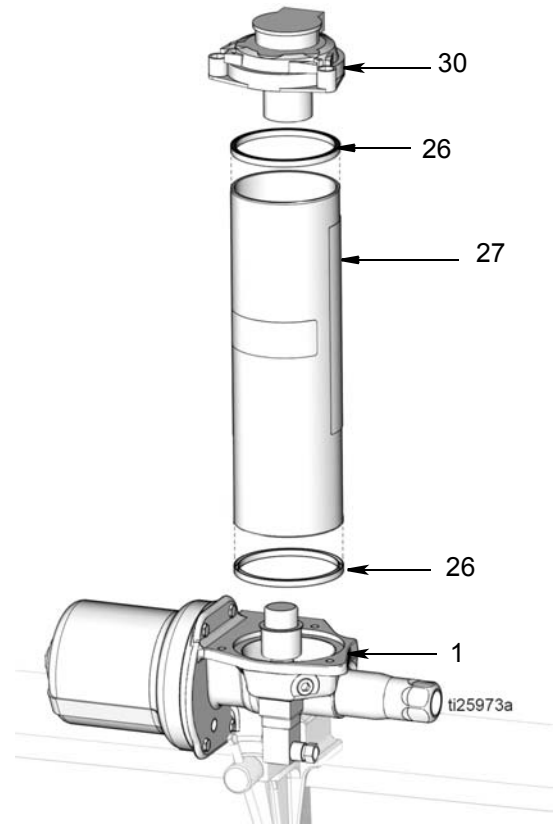

FIG. 15
- Desmonte el depósito (27) de la base de la bomba (1) (FIG. 15). Si se van a cambiar las juntas del depósito (26), desmóntelas del depósito. Deseche las juntas según la normativa para una eliminación adecuada.